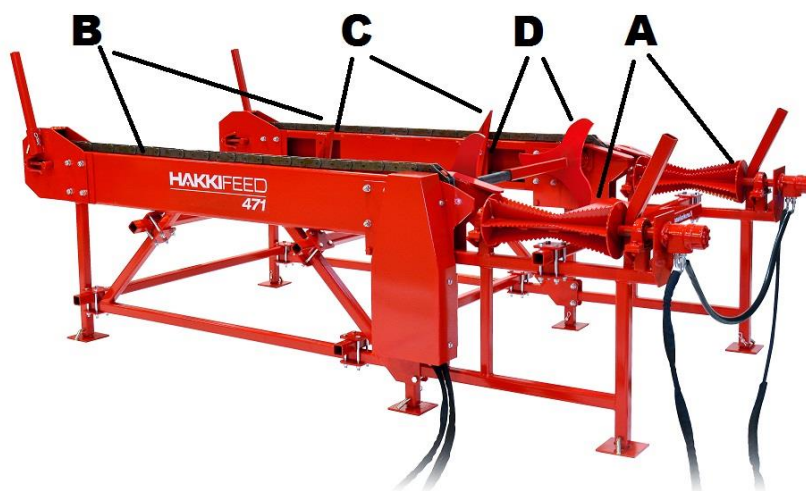

Рис. 2. Основные детали станка
Серийный номер станка, год его изготовления, вес и модель указаны на серой паспортной табличке, которая находится на корпусе станка, справа от подающего транспортера А. (Рис. 2, противоположная сторона)
Подающий транспортер **A** (Рис. 2)
Цепной транспортер **B** (Рис. 2)
2. Запустите подающий транспортер А (Рис. 2) вхолостую, но убедитесь в том, что колесики крутятся свободно и в правильном направлении.